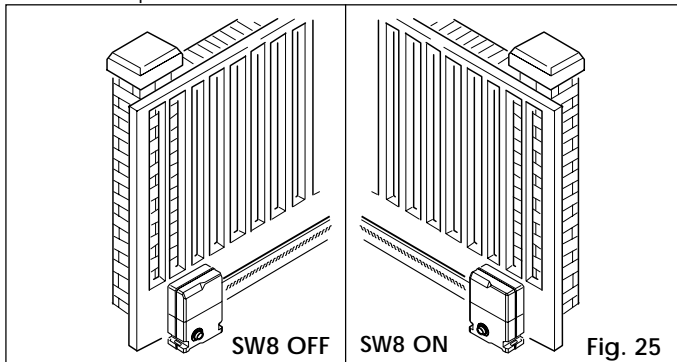

Fig. 25
- 2) Definir el microinterruptor **SW8** en función de la dirección de cierre de la cancela (véase la fig. 25 —Aplicaciones con cremallera—).